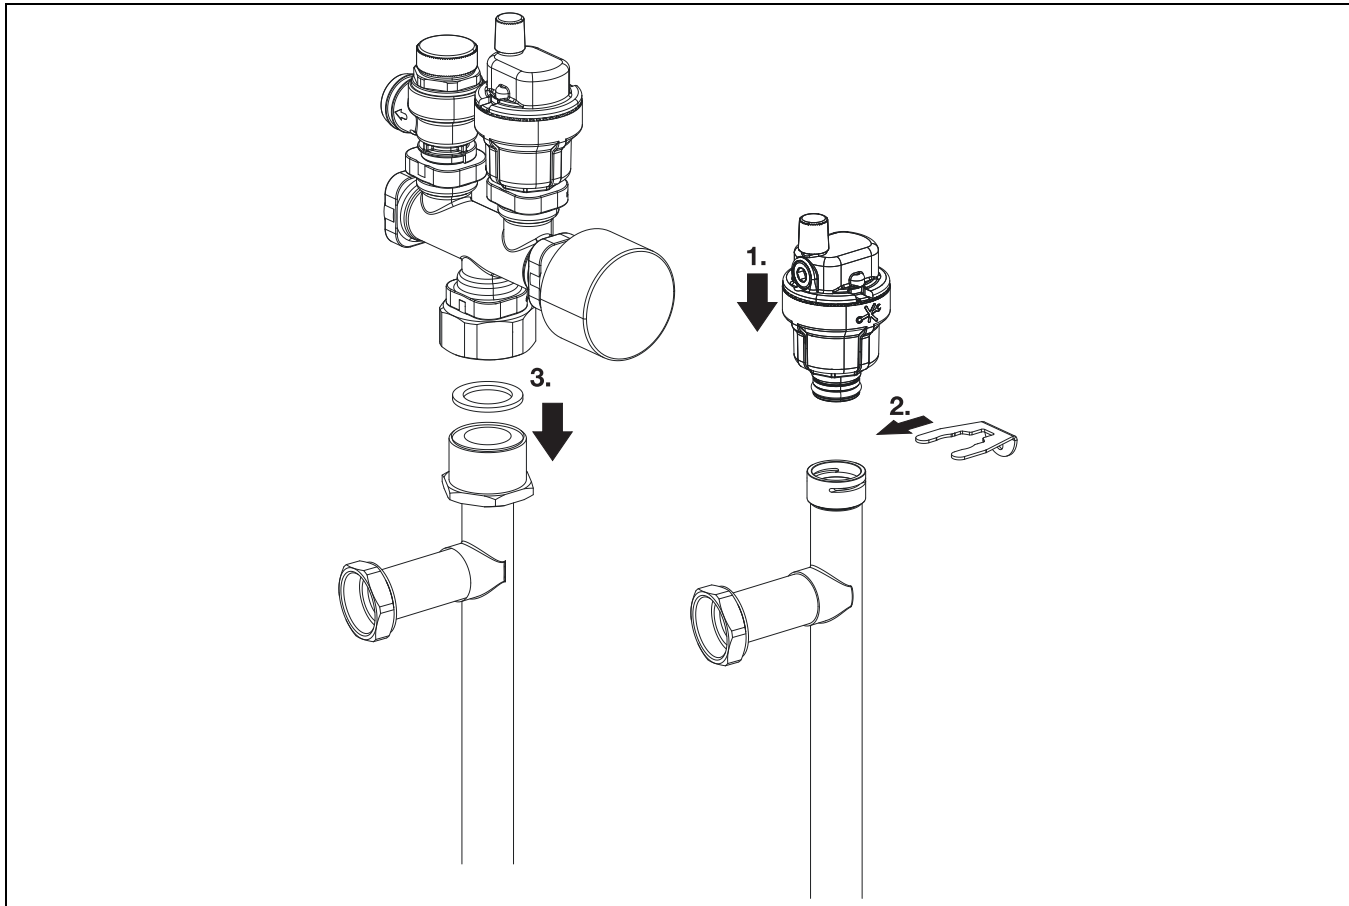

Bild 11 Sicherheitsgruppe und Entlüftungsventil
- ▶ Entlüftungsventil (→ siehe Abb. 11, [1]) in den Anschluss für Warmwassereintritt, und die Sicherheitsgruppe (→ siehe Abb. 11 [3]) in den Anschluss für Warmwasseraustritt installieren. Die Sicherheitsgruppe muss mit einem flachen Dichtring installiert werden.
- ▶ Die WW-Rohrleitungen der Inneneinheit und die Sicherheitsgruppe gemäß Abb. 11 installieren. Bei der Arbeit am unteren Anschluss können die Rohrleitungen zur gewünschten Seite gedreht werden.